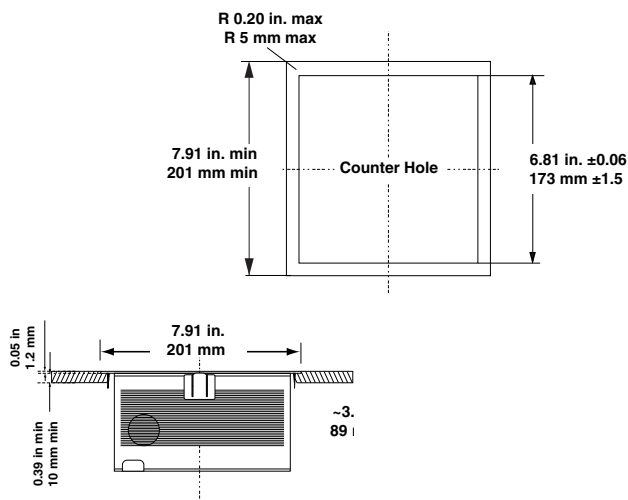

図 1-12 LS7808-SR20008SNR の設置（オプション B）
1. カウンタに、2つの同心の正方形（内側の正方形は 173mm、外側は 201 mm）を描きます（図 1-12 を参照）。